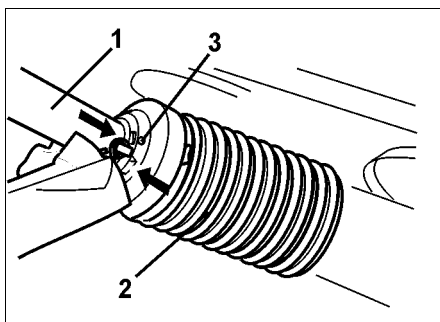

Fig. 23
- Skyv innpå det halve vernørøret (Fig. 23/1) og dreii vernetrakten (Fig. 23/2) montasjeposisjon.
- Skru inn låseskruen (Fig. 23/3) ein-dreihen.